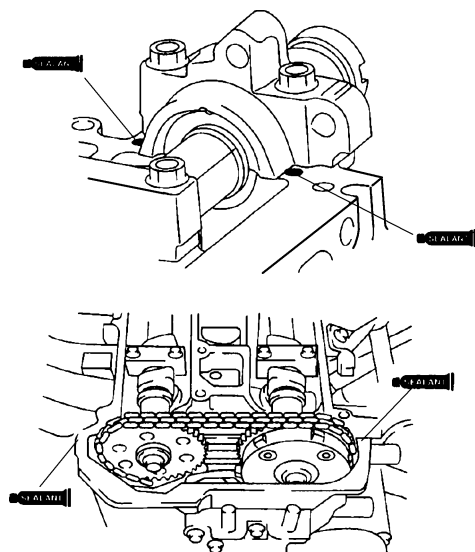

图 25-43 涂抹硅酮密封胶
1) 按照图 25-43 所示，在图中所示位置涂抹硅酮密封胶。